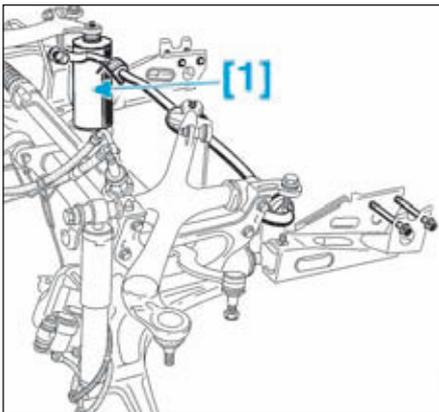

FIG.12
- Pour serrer les articulations du bras inférieur, placer l'outil [1] dans le logement du ressort de suspension (Fig.12). Avec un cric, mettre en contact la rondelle d'appui du ressort de suspension en contact avec l'outil [1].